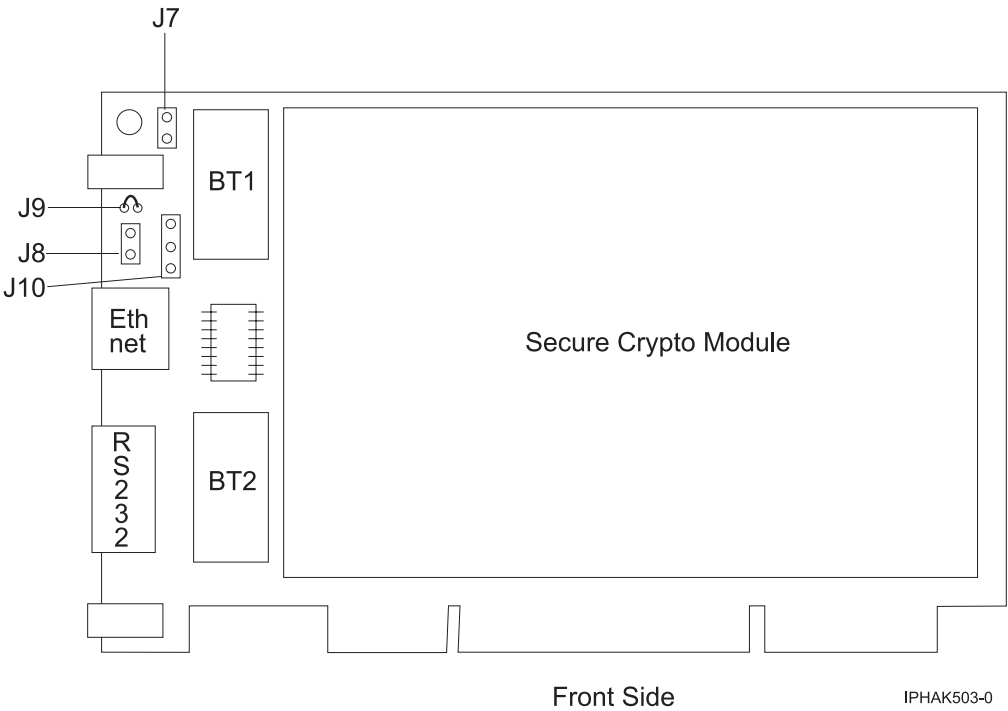

Figura 47. Lado frontal do adaptador
6. Insira uma das novas baterias na bandeja de bateria fornecida com o kit. Alinhe o + na bateria com o + na bandeja da bateria (a extremidade com o fio vermelho). Conecte os fios da bandeja ao conector J10 localizado próximo à porta serial RS-232, como mostrado em Figura 47 na página 176. O conector é polarizado para assegurar uma conexão correta.